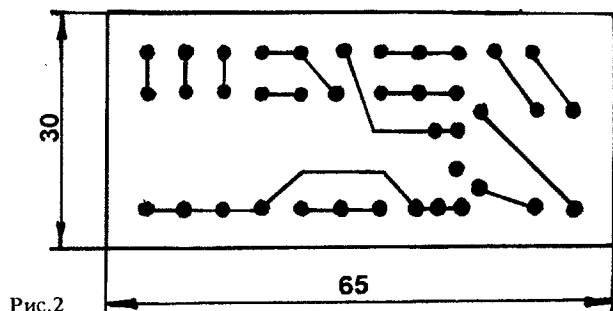
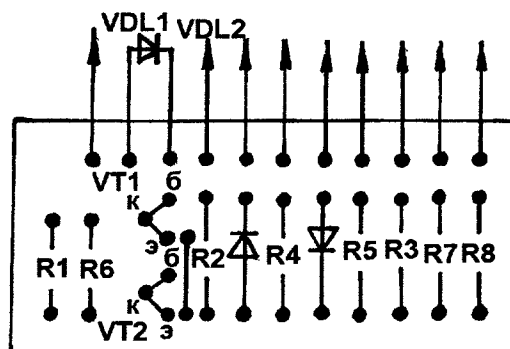

Рис.2
Рис.3
Кнопку SA2 нажимают при проверке мощных транзисторов. SA3 служит для перехода на батарейное питание. Необходимое напряжение питания в этом случае вырабатывает преобразователь на транзисторах VT3...VT6. Чертеж печатной платы пробника показан на рис.2, а на рис.3 — чертеж платы преобразователя напряжения. На рис.4 показан примерный вид передней панели прибора. XS2 — две металлические полосы, к которым подключаются диоды и стабилитроны любых размеров. XS1 (1 и 2) служит для подключения проверяемых транзисторов. В XS1 (3) — типа СГ-3 — вставляется выносной щуп с зажимами для проверки мощных транзисторов.
Схема узла термокомпенсации прикреплена на рис. 3, а его включение в трансивер РА3АО показано на рис. 1. Узел термокомпенсации включается в разрыв (обозначенный точками А, В) цепи питания варикала VD1 узла расстройки частоты трансивера. Узел термокомпенсации сохраняет начальное напряжение в точке В, равное $+8\text{ В}$. Он выполнен на счетверенном операционном усилителе К1401УД2А (Б). В качестве термодатчика применен терморезистор (R5), через который протекает стабильный ток, формируемый операционным усилителем DA1.1. Линеаризация температурной зависимости сопротивления резистора R5 в диапазоне температуры от минус 10°C до плюс 50°C осуществляется с помощью резистора R3. Терморезистор устанавливается на корпусе блока ГПД трансивера. Изменение температуры блока ГПД приводит к изменению величины сопротивления терморезистора, что в свою очередь приводит к отклонению напряжения в точке Е относительно опорного напряжения в точке С, равного $+7\text{ В}$, на величину AU. Операционный усилитель DA1.2 формирует в точке D равное по величине и обратное по знаку напряжение AU.